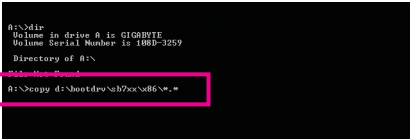

图1
- 3：依所需SATA控制器之驱动程序输入以下指令， 并在指令后按<Enter>键(图1)： (注)